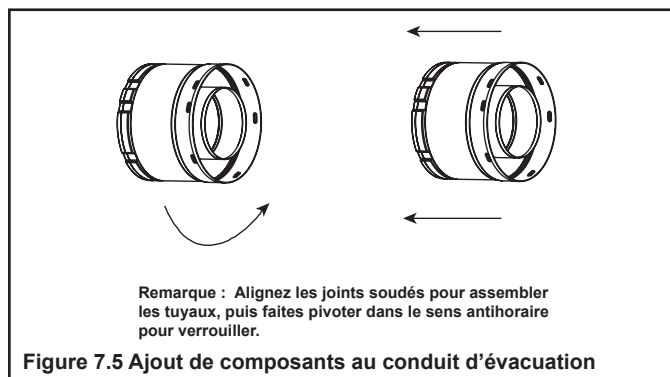

Figure 7.5 Ajout de composants au conduit d'évacuation
- Alignez le joint soudé du tuyau à celui du col pour en permettre l'entrée. Faites pivoter le composant du conduit d'évacuation pour le bloquer en place. Utilisez cette procédure pour chacune des composantes du conduit d'évacuation. Voir la figure 7.5.